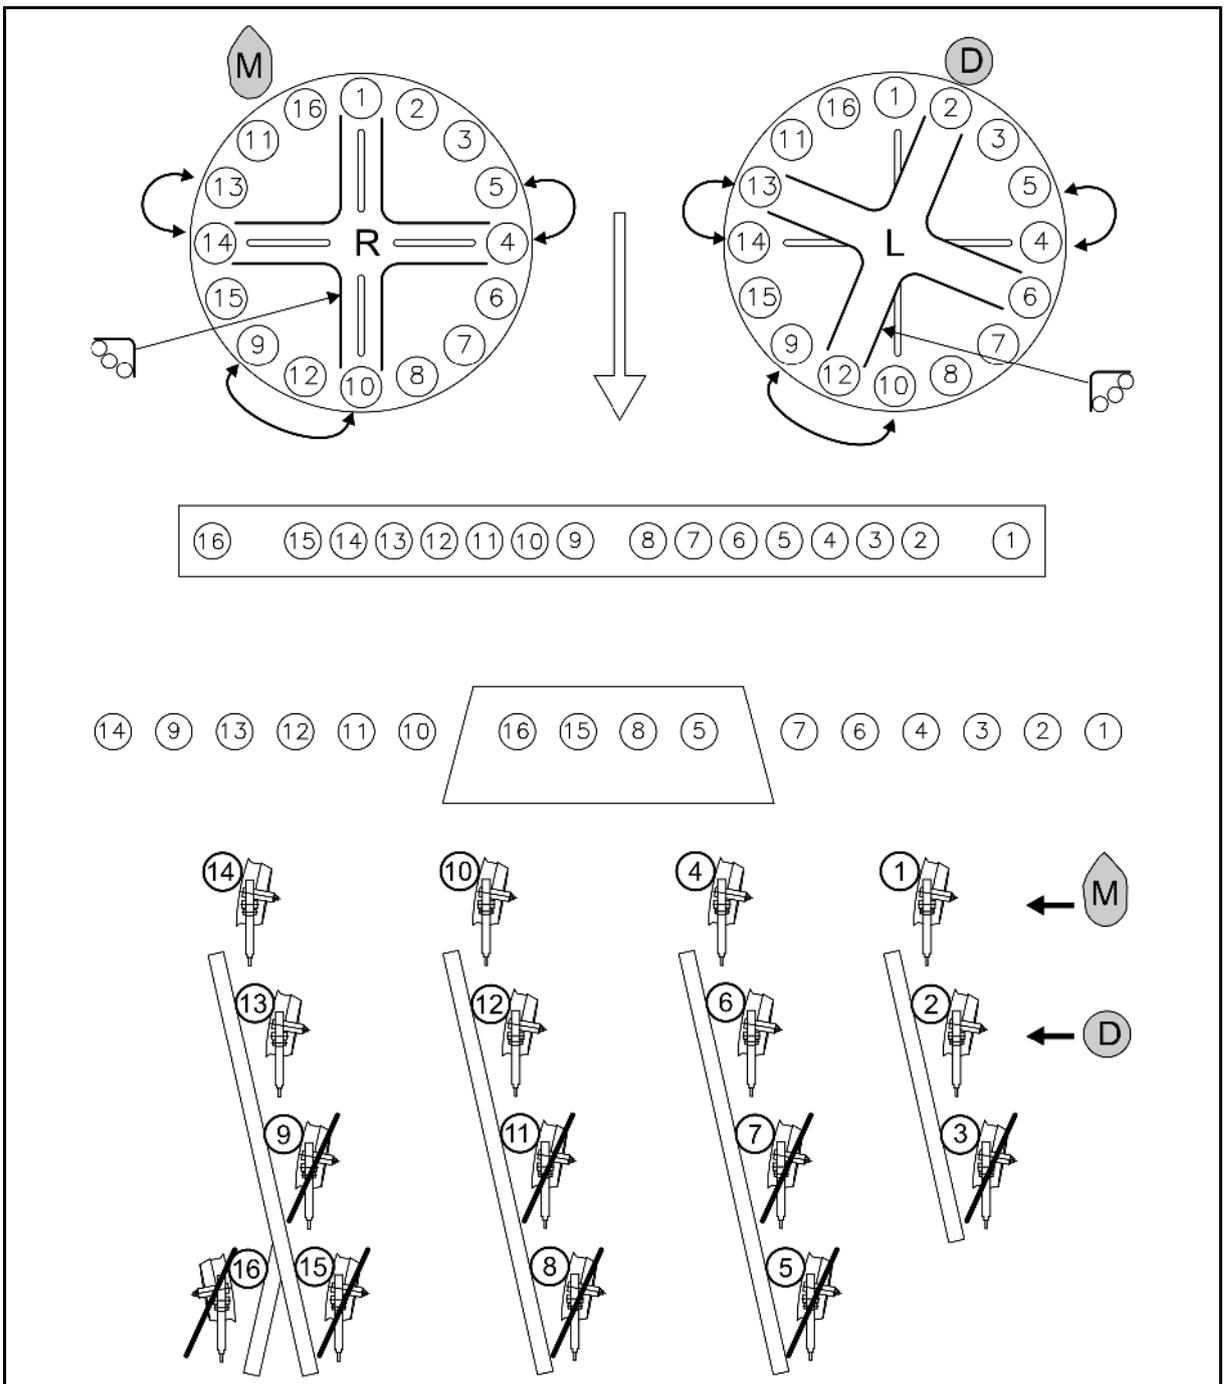

Fig. 38
- Mais M: Verschlussbleche entsprechend Fig. 38 montieren.